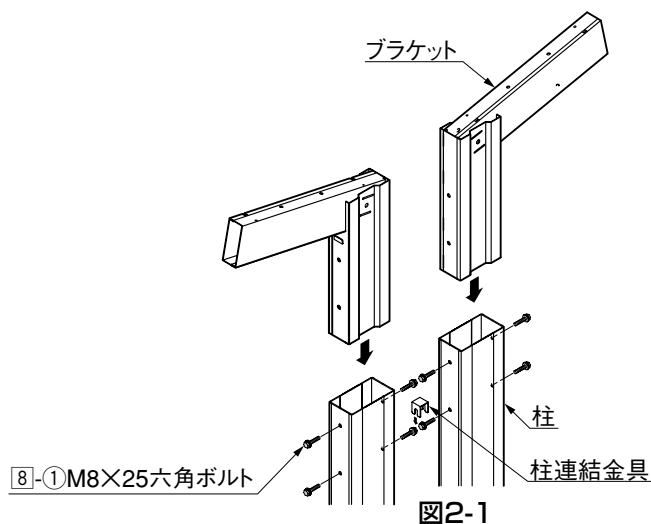

図2-1
- ① 柱にブラケットを差し込み、柱前面のみに固定してください。
- ② 合掌面側の[8]-①を軽く締め、すき間に柱連結金具を差込んで固定してください。(図2-1参照)